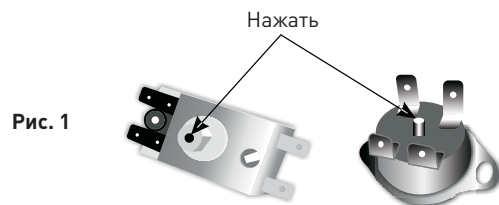

Рис. 1
3. Нажмите на кнопку, расположенную на термостате, для приведения ЭВН в обычный 4. режим работы (Рис. 1).